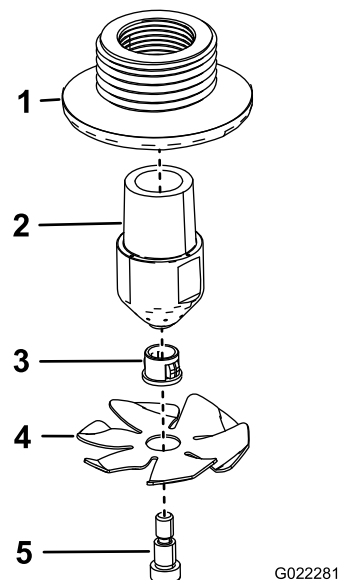

Figure 4
1. Assemblez les 2 buses de rinçage comme montré à la Figure 4.